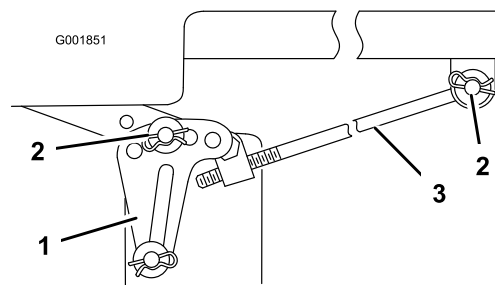

Figura 57
Nota: Prima di togliere il tosaerba prendete nota dei fori utilizzati nelle staffe di livellamento (Figura 57).
5. Togliete la coppiglia e la rondella dall'asta di regolazione (Figura 57) da ciascun lato del tosaerba.
6. Togliete la coppiglia e la rondella dalle staffe di livellamento del tosaerba (Figura 57) da ciascun lato del tosaerba. Prendete nota del foro in cui è montata la staffa di livellamento, per il futuro montaggio. Estraiete le staffe dal perno di montaggio.
6. Attaccate l'asta di regolazione alla macchina, utilizzando la rondella e la coppiglia (Figura 57), su ciascun lato del tosaerba.
7. Fate scorrere le staffe di livellamento sui perni di montaggio, e fissatele con le rondelle e le coppiglie (Figura 57).